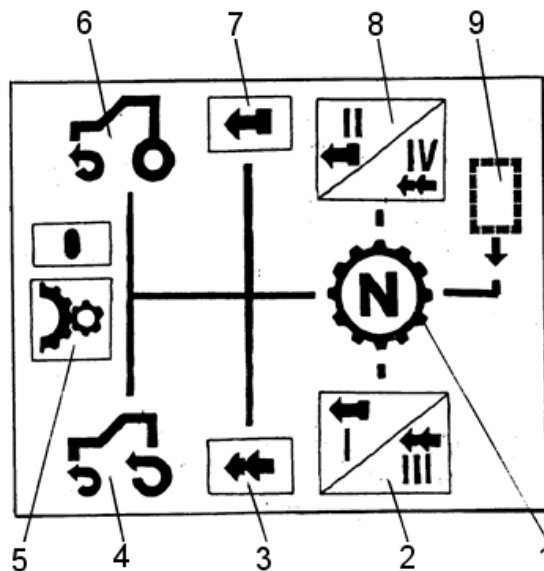

Рис. 17 Схема положений рычага переключения режимов
**Рычаг переключения режимов** (рис. 17) служит для: